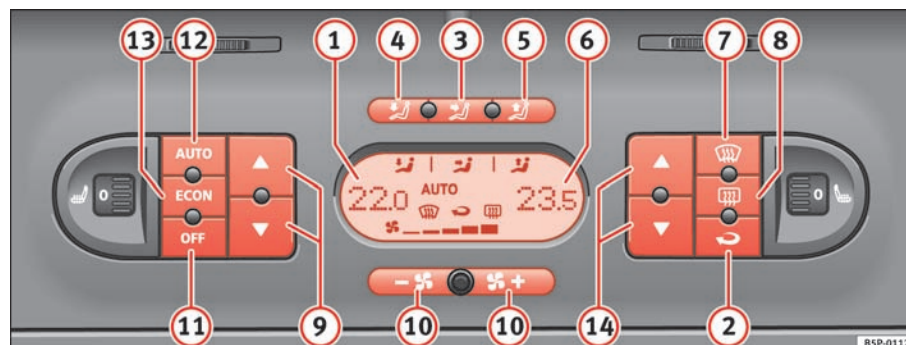

Fig. 133 Mandos del 2C-Climatronic en el tablero de instrumentos
⇒ página 167, fig. 133 ③ al ⑤, la tecla **ECON** o pulse las teclas de la turbina ⑩. El símbolo **AUTO** desaparecerá del display.
- Pulse la tecla  ⇒ **página 167, fig. 133 ②** para conectar o desconectar la recirculación de aire. Está conectada si en el display aparece el símbolo .